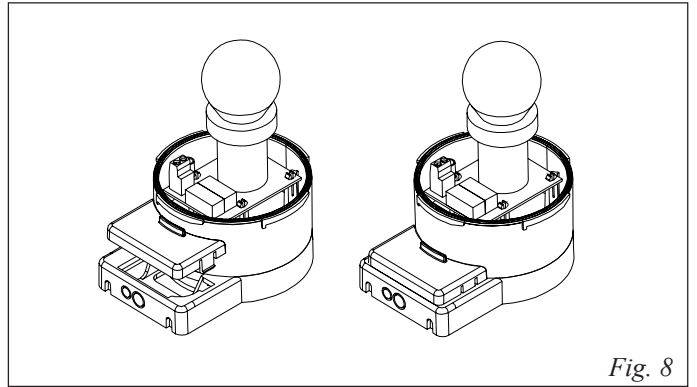

Fig. 8
- 11- Posizionare il supporto antenna come in Fig. 8.